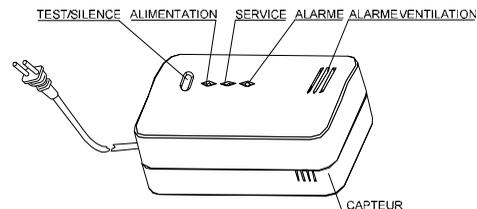

Fig. 3
3. A l'aide d'une mèche de 3/16 pouces (5 mm), percez deux trous au niveau des repères et insérez les prises de courant murales (Fig 3).